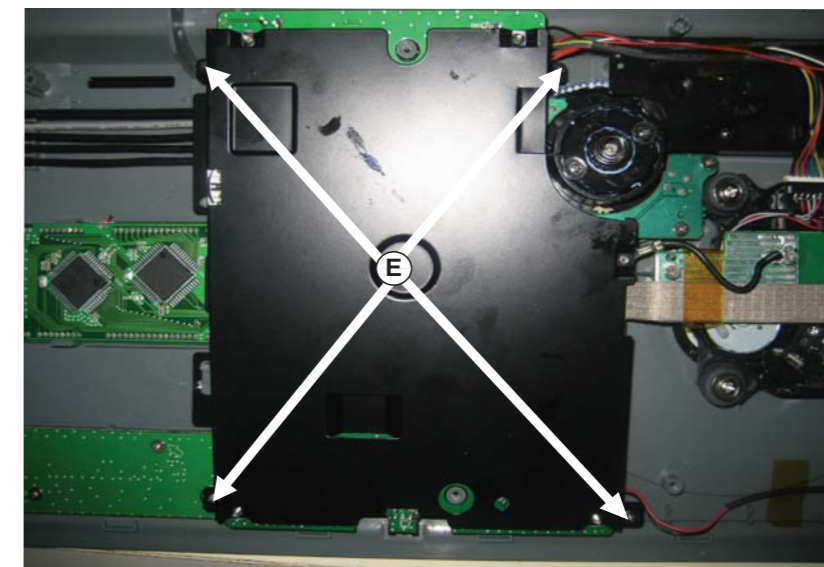

Figura 5
1) Solte os 4 parafusos "E" (S10 x 4) para liberar o Painel Principal como mostra a figura 5.